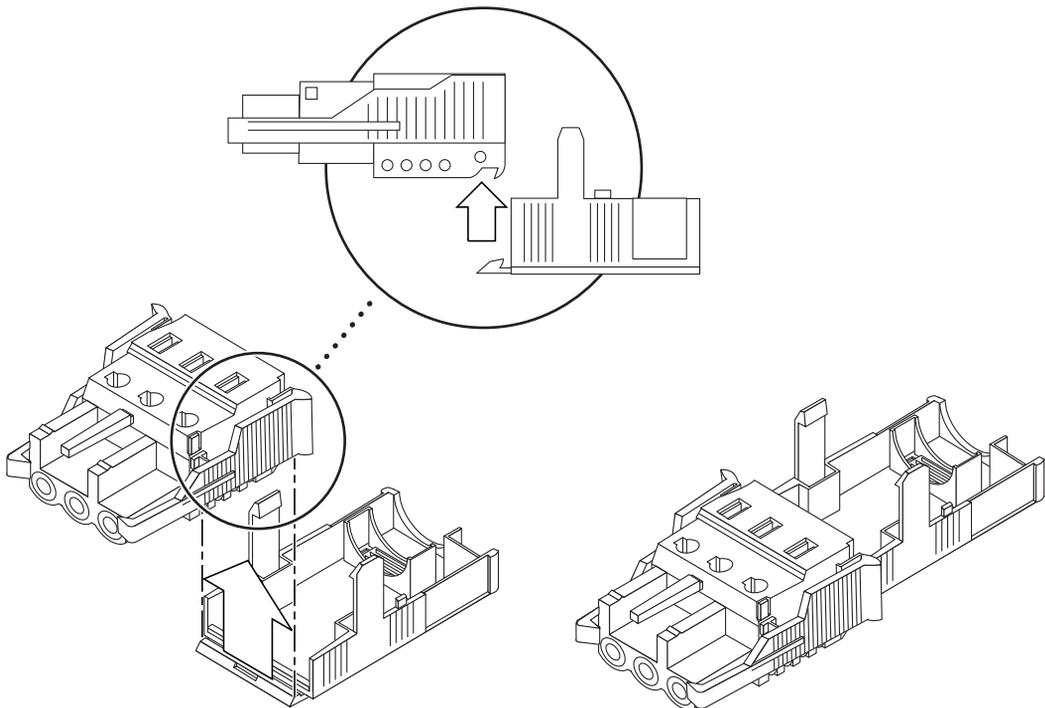

FIGURE 2-9 Insertion de la partie inférieure du boîtier serre-fils tendeur
1. Insérez la partie inférieure du boîtier serre-fils tendeur dans la rainure du connecteur CC jusqu'à ce qu'elle s'emboîte comme indiqué dans la FIGURE 2-9.